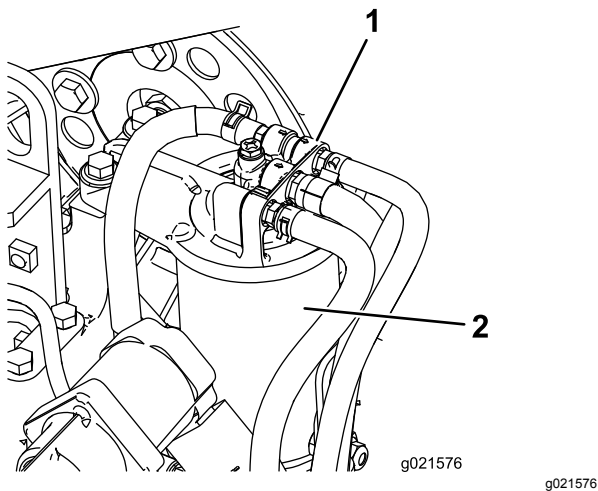

Figura 89
1. Limpe a zona em torno da cabeça do filtro de combustível (Figura 89).
2. Retire o filtro e limpe a superfície de montagem da cabeça do filtro (Figura 89).